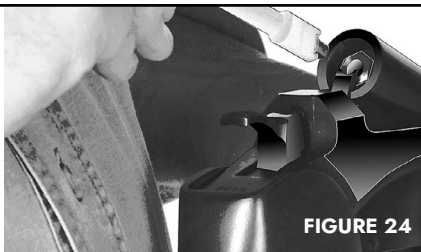

FIGURE 24
- WHEN YOU ARE READY TO FIRE YOUR ENCORE®, OPEN THE BARREL AND PRIME IT AS SHOWN HERE (FIGURE 24).